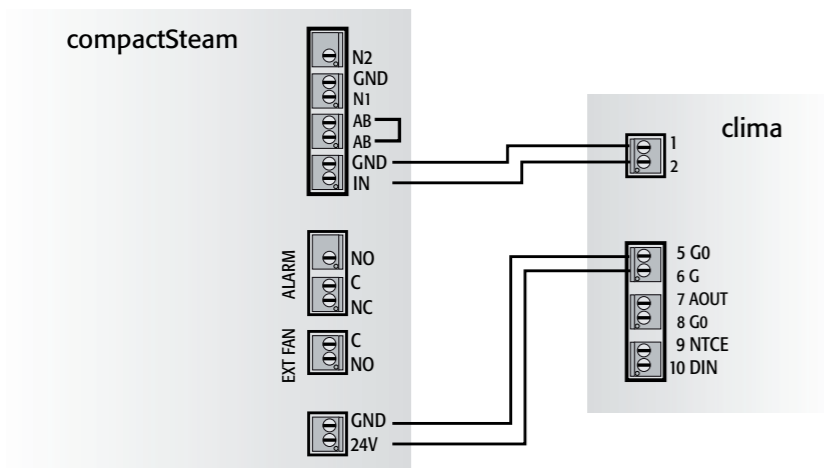
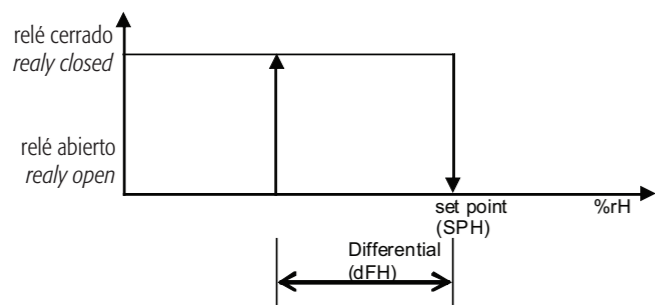

Fig. 3
Fig. 4
- Con regulación Todo/Nada: el algoritmo de control funciona como en el diagrama de la Fig. 4 en el que la demanda de humectación se activa (el relé cierra los contactos 1 y 2 en la fig. 3) cuando el valor de la humedad está por debajo del intervalo "punto de consigna - diferencial" y se desactiva (el relé abre los contactos 1 y 2 en la fig. 3) cuando se alcanza el punto de consigna.
7. Apagar el compactSteam: en este punto es posible proceder a la conexión del Clima siguiendo el esquema de la Fig. 3 con hilos de sec. 0,5 mm² (no suministrado).
- *ON/OFF regulation:* The control algorithm works as shown in Fig. 4 diagram where the humidity request is turned on (the relay closes contacts 1 and 2 in fig. 3) when humidity is under the "set point - differential" range and is turned off (the relay opens contacts 1 and 2 in fig. 3) when the set point is reached.
7. Turn compactSteam off: now clima can be connected, following the diagram in Fig. 3 using shielded cables with a minimum cross-section of 0.5 mm² (not included).